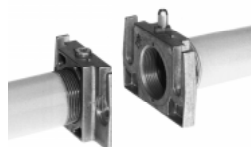

Fig. 25
1. Flansa de montare pe conductele tubulare : utilizati agentul de etansare corespunzator (vezi Fig. 25) ;
2. Introduceti intre ele grupul rampa MB-DLE : atentie la pozitia inelelor O-ring (vezi Fig. 25) ;